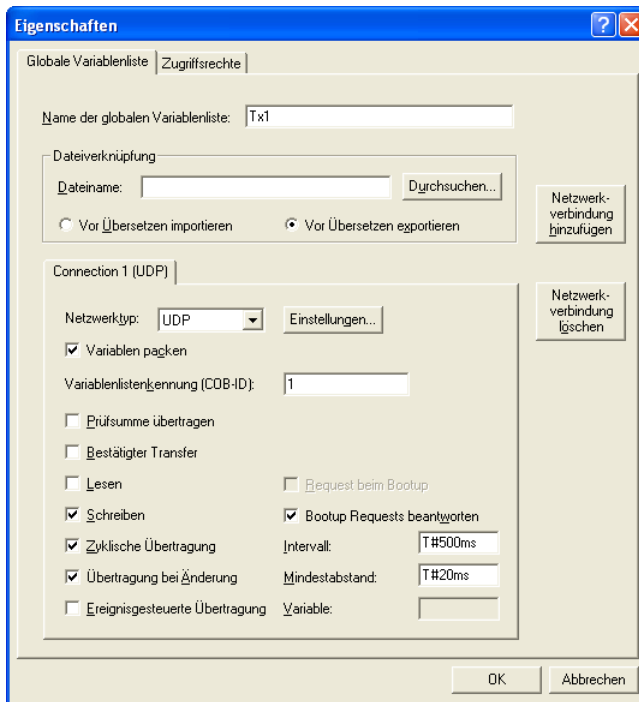

Abb. 6-4: Netzwerkvariablen, Sendeliste
- Falls es sich um eine Sendeliste handelt, aktivieren Sie das Kästchen *Schreiben* und vergeben Sie eine eindeutige Variablenlistenkennung. Nehmen Sie die weiteren Einstellungen gemäß Abb. 6-4 vor. Stellen Sie außerdem sicher, dass die entsprechende Liste auf allen Empfängern die gleiche Kennung und die gleichen Variablen in der gleichen Reihenfolge enthält.